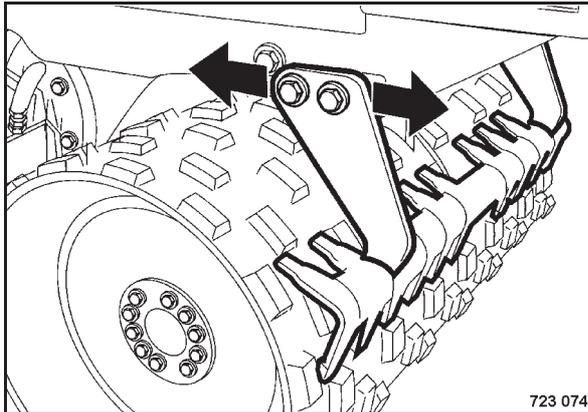

Bild 140
- Befestigungsschrauben (Bild 140) auf beiden Seiten der Maschine lösen.